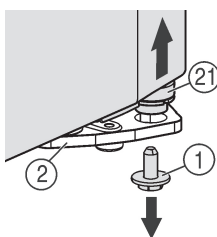
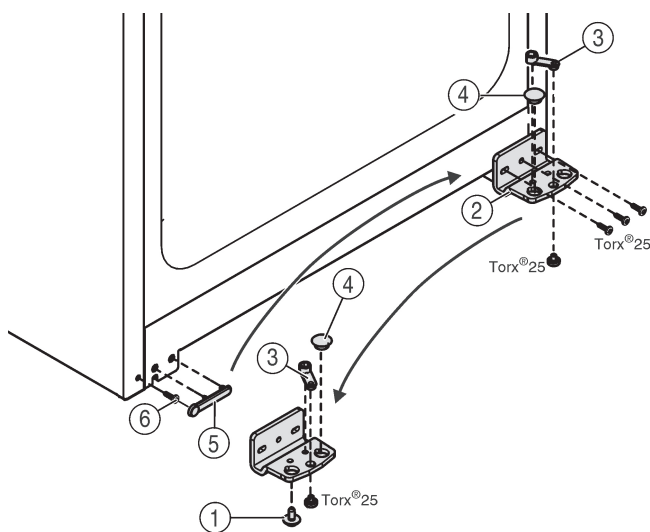

Fig. 4
Fig. 5
- ▶ Vpravo dole na stojanu ložiska vyšroubujte pojistný šroub Fig. 4 (1).
- ▶ Ložiskový čep Fig. 4 (21) se uvolní ze stojanu ložiska Fig. 5 (2).
- ▶ Pokud se ložiskový čep Fig. 4 (21) neuvolní, vytlačte čep zdola.
- ▶ Našroubujte stojan ložiska Fig. 5 (2).
- ▶ Našroubujte ložiskový díl Fig. 5 (3) a přemístěte do protilehlého upínacího otvoru stojanu ložiska, opět přišroubujte.
- ▶ Vyměňte ze stojanu ložiska zátku Fig. 5 (4) a nasadte do protilehlého upínacího otvoru stojanu ložiska.
- ▶ Opatrně zvedněte kryt Fig. 5 (5) na straně madla.
- ▶ Vyšroubujte šroub Fig. 5 (6) a na protější straně ho opět nasadte.
- ▶ Kryt Fig. 5 (5) opět nasadte.
- ▶ Přišroubujte opět stojan ložiska Fig. 5 (2) na novou stranu závěsu (silou 4 Nm), příp. pomocí akumulátorového šroubováku.
- ▶ Zašroubujte a dotáhněte pojistný šroub Fig. 4 (1) dole do ložiskového čepu (silou 4 Nm).